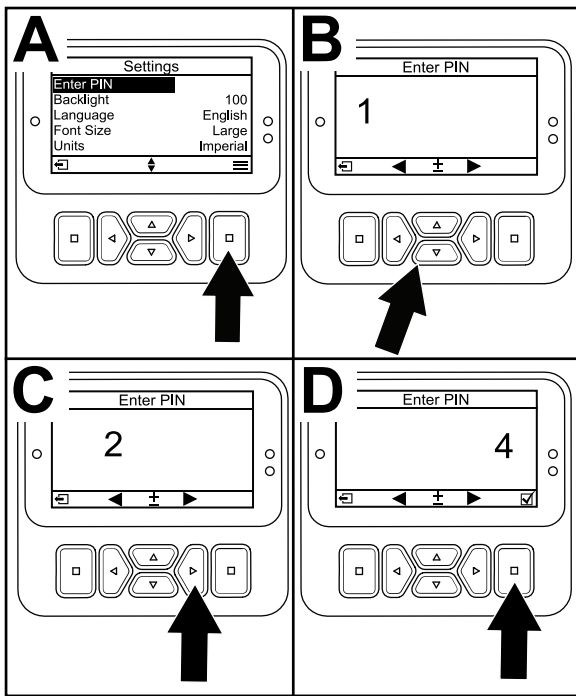

Bild 26
3. Drücken Sie für die Eingabe des PIN-Codes die auf/ab Navigationstasten Bild 26, bis die erste korrekte Ziffer angezeigt wird; drücken Sie dann die rechte Navigationstaste Bild 26, um auf die nächste Ziffer zu gehen. Wiederholen Sie diesen Schritt, bis Sie die letzte Ziffer eingegeben haben.